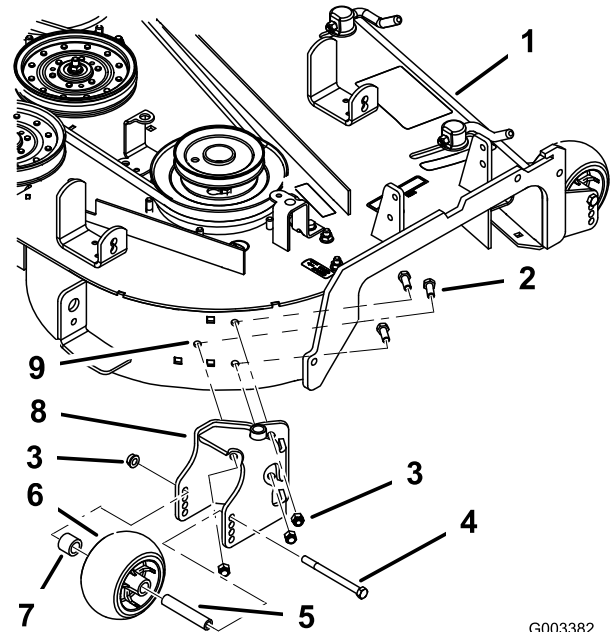

图 14
5. 利用钻好的孔用 3 个螺栓 $\frac{3}{8}$  x 1 英寸和 3 个锁紧螺母 $\frac{3}{8}$  英寸安装新的吹风机枢轴图 14。
6. 如图 14 所示用先前卸下的轴螺栓 $\frac{3}{8}$  x  $4\frac{1}{2}$  英寸、隔片、轴套和凸缘螺母 $\frac{3}{8}$  英寸将防刮滚筒安装到吹风机枢轴上。